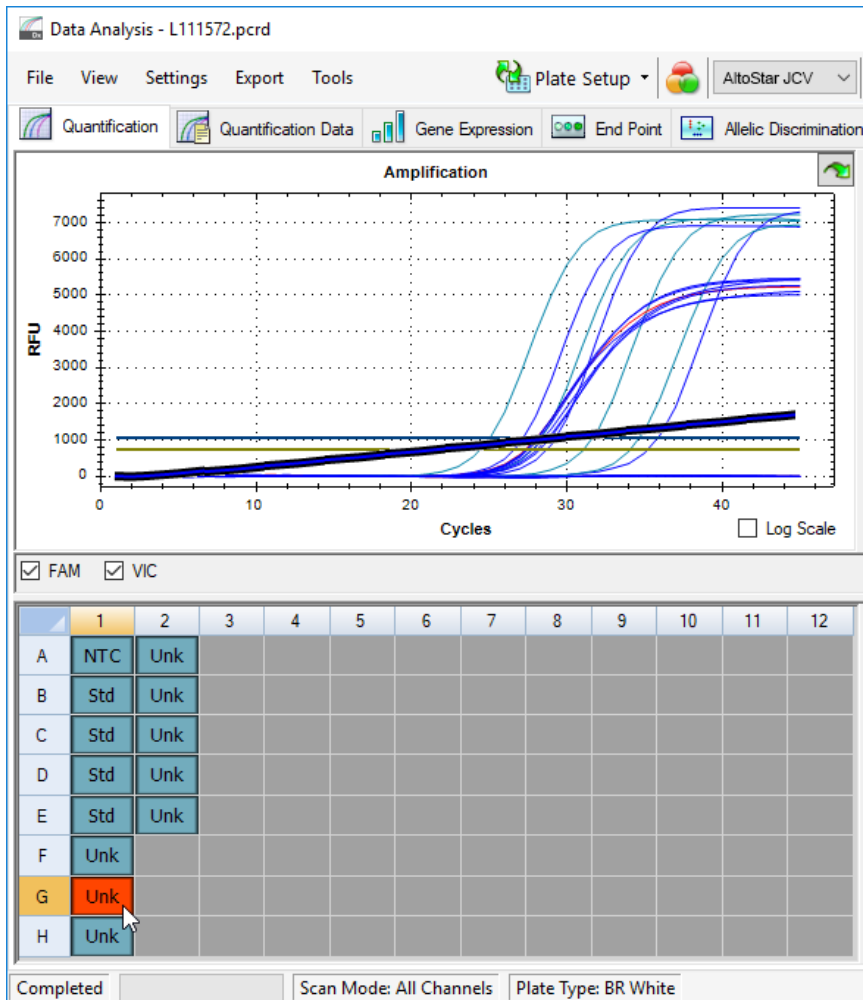

Figure 6: Fenêtre Data Analysis (Analyse des données) : signal PCR irrégulier
2. Identifiez les puits présentant des signaux PCR irréguliers (augmentation linéaire du signal, pics de signal, etc.) dans l'un des canaux de détection FAM™ (cible JCV) et VIC™ (IC) (voir la figure 6).